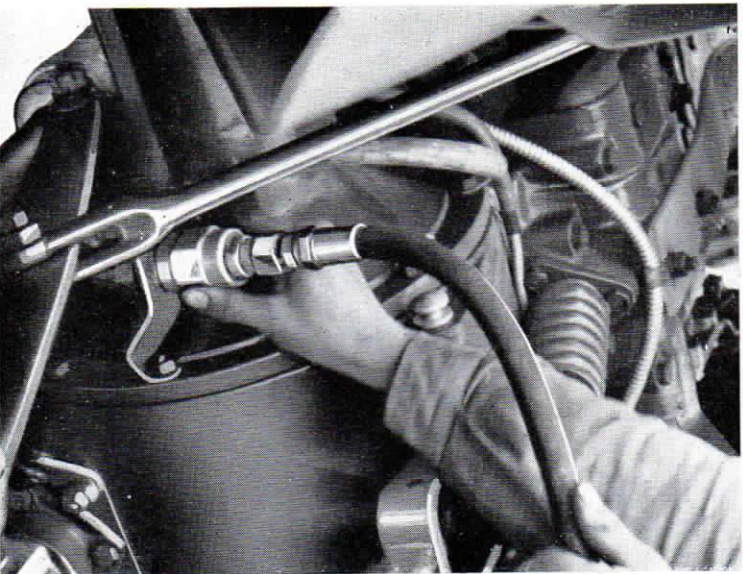

Fig. 7
- Raccorder le flexible à la prise d'huile comme indiqué fig. 7.